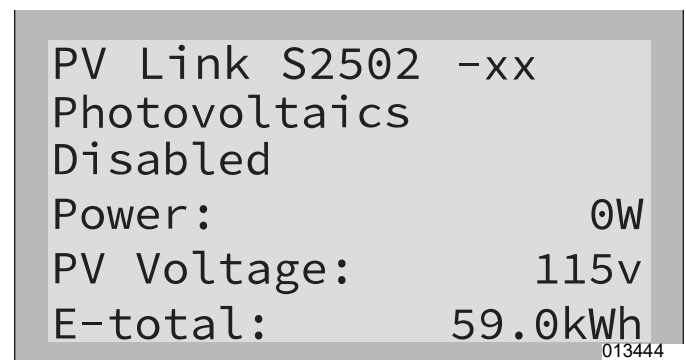
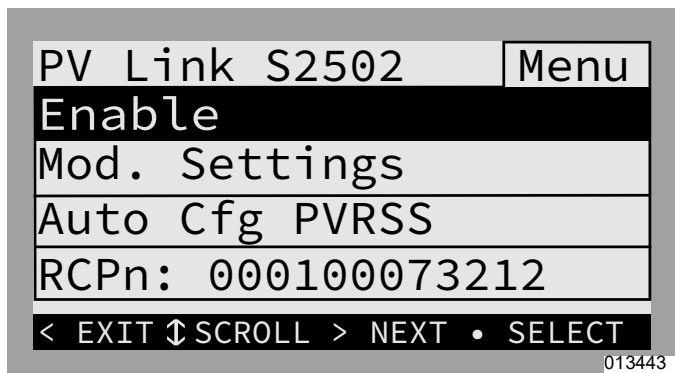
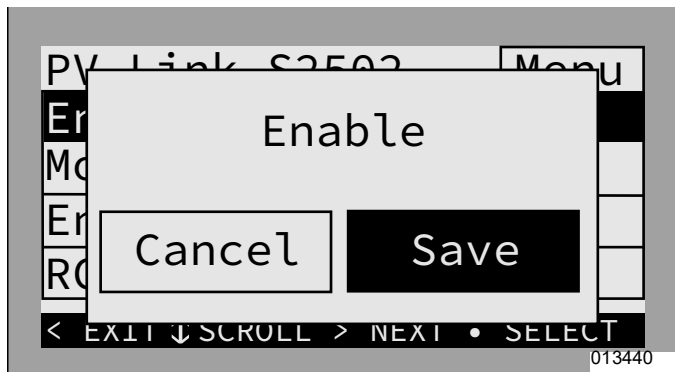

Figure 7-10. Activer les dispositifs REbus (1 de 3)
Figure 7-11. Activer les dispositifs REbus (2 de 3)
Figure 7-12. Activer les dispositifs REbus (3 de 3)
10. Une fois l'onduleur activé et à l'état « raccordé au réseau », défiler vers la droite et activer chaque PV Link et batterie PWRcell, en répétant le même processus que pour l'onduleur. Voir Figure 7-10, Figure 7-11 et Figure 7-12. Pour plus d'information, voir aussi la section 6 : Mise en service - Activation des dispositifs REbus.